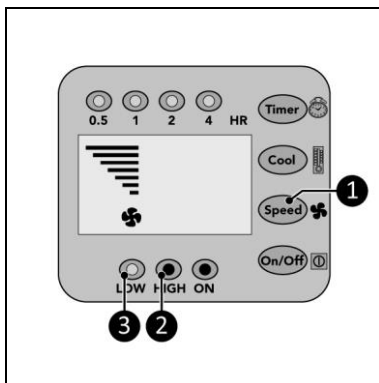

Figura 11
1. Premi ripetutamente il pulsante Velocità (Figura 11, pos. 1) per impostare la velocità richiesta:
- Alta: l'indicatore "high" (Figura 11, pos. 2) si accenderà e il grafico della velocità mostrerà 7 barre.
- Bassa: l'indicatore "low" (Figura 11, pos. 3) si accenderà e il grafico della velocità mostrerà 4 barre.